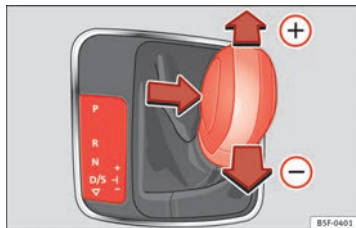

Fig. 125 Consola central: cambiar con tiptronic.
- Tire de la palanca selectora hacia adelante (+) para insertar una marcha superior ⇒ fig. 125.